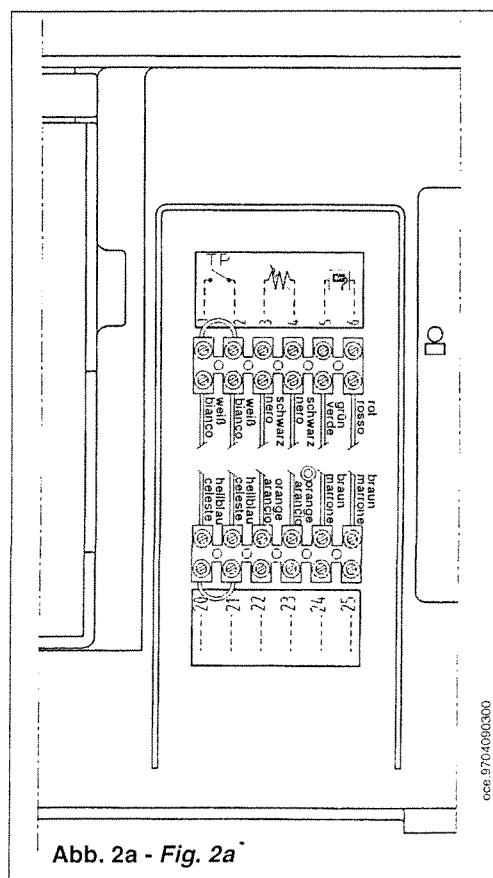

Abb. 2a - Fig. 2a
- Den linken Deckel der elektrischen Dose öffnen, um an das Klemmenbrett heranzukommen (Foto 4). Im Inneren sind zwei Klemmbretter angebracht (Abb. 2a): eines für die Verbindung zur Boilereinheit (siehe Anleitung der Boilereinheit) und ein anderes für die Verbindung des Außenfühlers der Fernsteuerung und des Thermostates für Anlagen auf dem Boden.
- Accedere alla morsettiera tramite l'apertura del coperchio delle connessioni (foto 4). All'interno sono posizionate due morsettiere (fig. 2a): una per il collegamento della sonda esterna del controllo remoto e del termostato per impianti a pavimento ed una per il collegamento dell'unità bollitore (vedasi istruzioni a corredo dell'unità bollitore).
- Die beiden Drähte der Außensonde an den Klemmen 3 und 4 des Klemmenbretts anschließen (Abb. 2a).
- Collegare i due fili che fanno capo alla sonda esterna sui morsetti 3 e 4 della morsettiera (Fig. 2a).